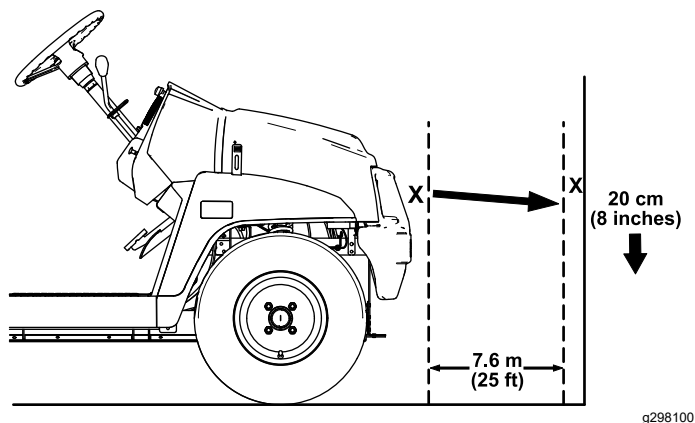

Bild 48
1. Stellen Sie die Maschine auf einer ebenen Fläche ab, dabei sollte der Abstand der Scheinwerfer ca. 7,6 m von einer Wand entfernt sein (Bild 48).
Der hellste Teil des Scheinwerfers sollte 20 cm unter der Markierung an der Wand liegen (Bild 48).